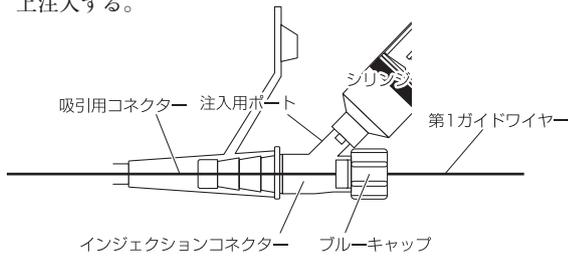

図1
4. 吸引用コネクターにインジェクションコネクターを押し込んで接続する（図1）。
5. ブルーキャップを締めて、注入用ポートからホワイトキャップを取り外し、注入用ポートにシリンジを取りつける（図1）。滅菌蒸留水をチューブ先端から流出するまで十分に30mL以上注入する。